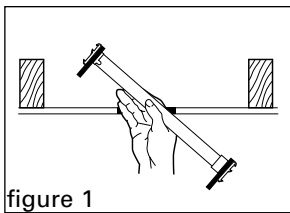

figure 1
1. Clear the installation area of insulation, wiring and existing lightweight bar hanger. Remove wire attached to the side of the joist where Saf-T-Brace® will attach. Insert Saf-T-Brace® through the sheetrock and onto the ceiling, centering square tube over the hole in the sheetrock (figure 1).
1. Dégagez l'isolant qui se trouve autour de l'emplacement d'installation, des fils et du support existant. Retirez le fil raccordé au côté de la solive où l'armature de sécurité Saf-T-Brace® sera fixée. Insérez l'armature Saf-T-Brace® à travers le gyproc et sur le plafond en centrant le tube carré au milieu du trou qui se trouve dans le gyproc (figure 1).